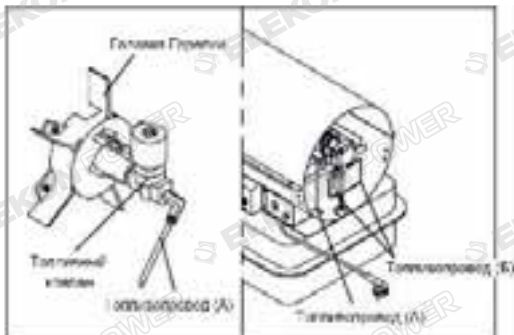

Рис. 12. Проверка топливопровода
- Проверьте затяжку всех резьбовых соединений топливопровода (А), используя ключ 1/4" (см. рис.12).